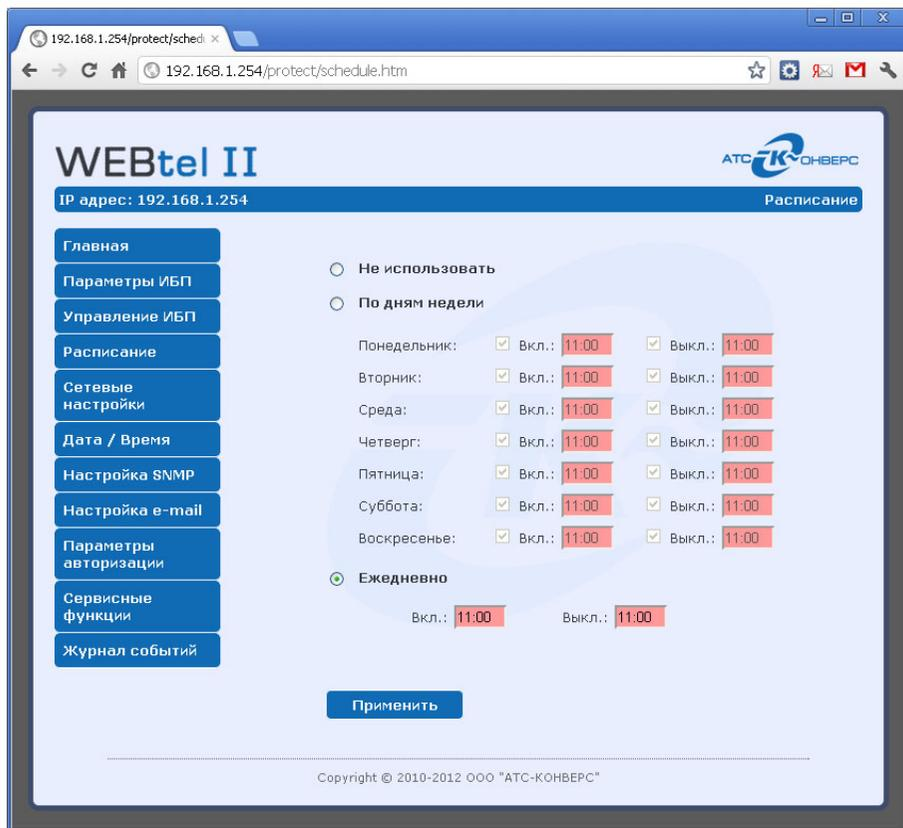

Рисунок 7 - Страница настройки работы ИБП по расписанию
5.5.1. Вход на страницу настройки работы ИБП по расписанию (рисунок 7) защищен паролем, аналогично п. 5.3. Эта страница позволяет настроить адаптер таким образом, что электропитание подключенного к ИБП оборудования будет включаться и выключаться согласно заданному расписанию.